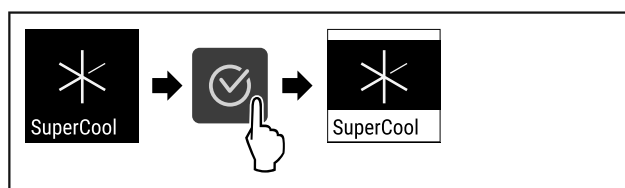

Fig. 73
- ▶ Proved'te akční kroky (viz Fig. 73) .